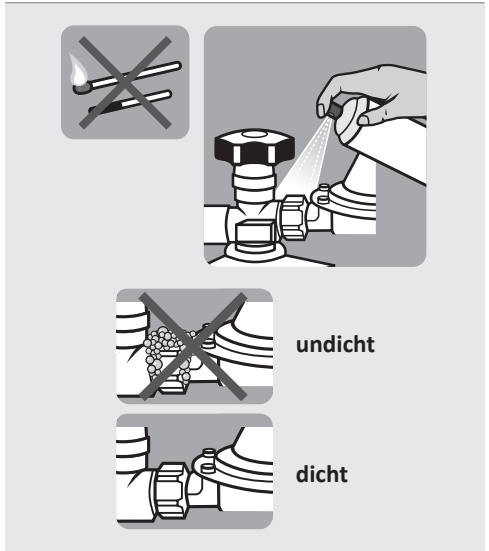

Abb.1: Dichtheitsprüfung
2. Besprühen Sie sämtliche Verbindungen vom Gashahn der Gasflasche bis zum Gasventil am Gerät mit dem Leckspray. **Alternativ:** Tragen Sie den Schaum mit einem Schwamm oder Pinsel auf. Achten Sie darauf, dass sämtliche Verbindungen vom Gashahn bis zum Gasventil am Gerät mit Schaum bedeckt sind. Dort wo sich Blasen bilden liegt eine Undichtheit vor (siehe Abb. 1).